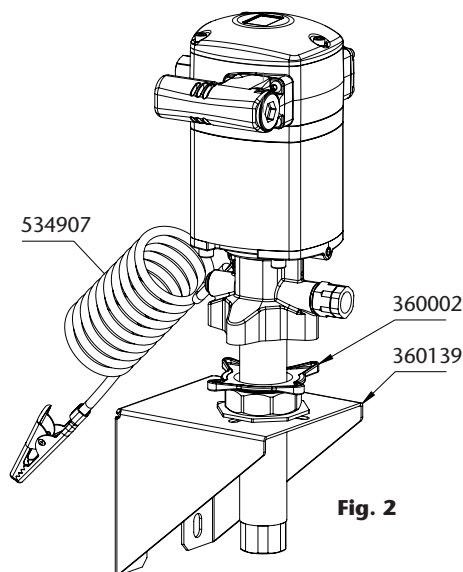

Fig. 2
- Montage mural avec adaptateur de bonde. Insérez la pompe à travers le support mural (360139) et la fixer avec l'adaptateur de bonde (360002) (Fig. 2).